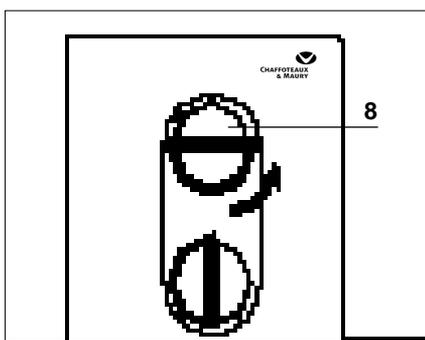

Fig.6 - BAYARD STAR 5 TS f 2F
- Tourner doucement le bouton "8" en position plein gaz « 🔥 » (fig. 6).
- allumer la veilleuse et placer le bouton "8" (fig. 6) sur la position plein gaz « 🔥 »,